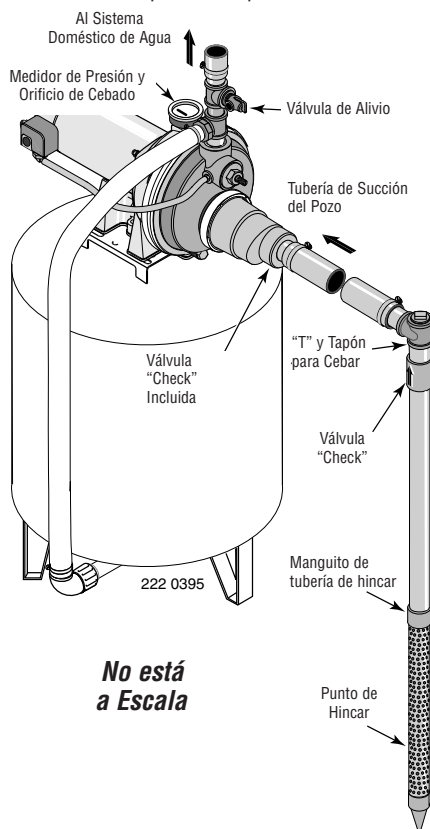

Figura 5: Instalación del Punto de Hincado
INSTALACION DEL PUNTO DE POZO (Figura 5)
5. Utilice el menor número de conexiones posible (especialmente codos) al conectar la tubería desde el punto del pozo al orificio de succión de la bomba. La tubería de succión debe ser por lo menos del mismo tamaño que el orificio de succión en la bomba (incluya una válvula "check" - Vea la Figura 5). Soporte la tubería para que no haya inclinaciones verticales o hundimientos en ella a fin de que no ejerza tensión sobre el cuerpo de la bomba y con el propósito de que no se incline ligeramente hacia arriba desde el pozo hacia la bomba (los puntos altos pueden ocasionar que se formen bolsas de aire que pueden bloquear la bomba). Utilice cinta de teflón o compuesto para unir tuberías autorizado para utilizarse en PVC. Las juntas deben ser a prueba de agua y estar herméticamente cerradas. Si la tubería de succión pudiera succionar aire, la bomba no podría sacar agua del pozo. Si un punto de pozo no proporciona suficiente agua, considere la posibilidad de conectar dos o tres puntos de pozo a una tubería de succión.